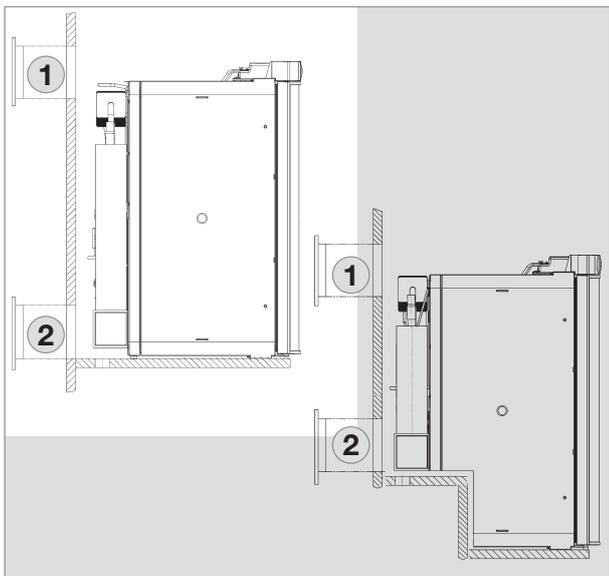

Fig. 16
**A grelha de ventilação superior deve estar o mais possível acima do condensador (1, Fig. 16) . A grelha de ventilação inferior deve estar nivelada com o chão do veículo (Fig. 16,17), permitindo que quaisquer fugas de gás (mais pesado que o ar) saiam directamente para o ar livre.**